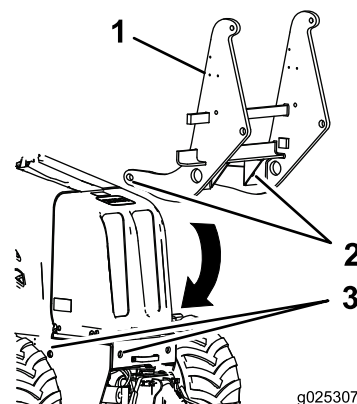

Figure 1
3. Utilisez un matériel de levage pour élever ou abaisser le cadre de montage jusqu'à ce que les trous du cadre de montage soient alignés sur ceux de la machine; voir Figure 1.